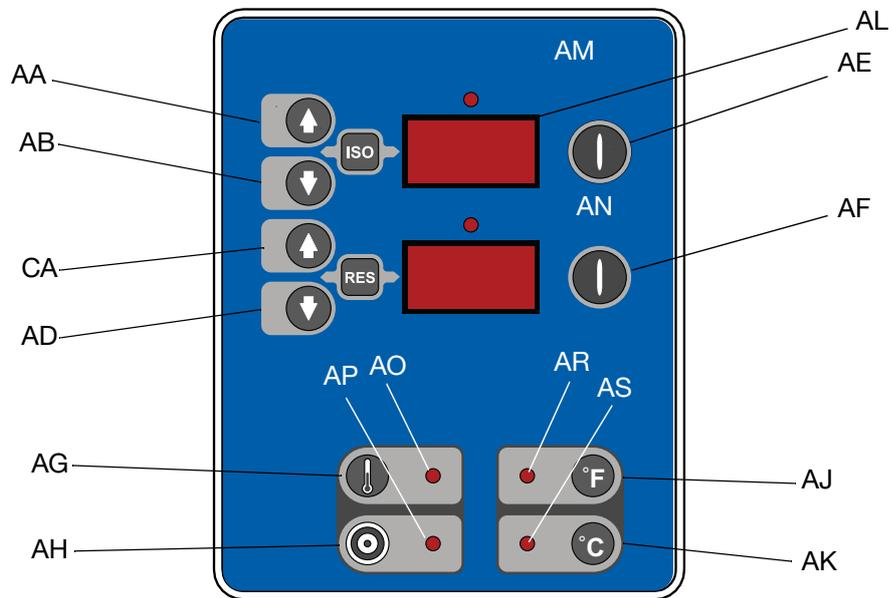

FIG. 2 Controles e indicadores del calentador
- J Panel de control; consulte la FIG. 2, página 13